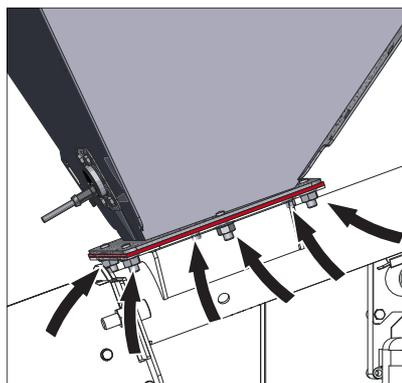

Fig. 41 Serrare con 6 dadi M8
- ▶ Serrare 6 dadi flangiati M8 sul serbatoio/piastra flangiata – Fig. 41.